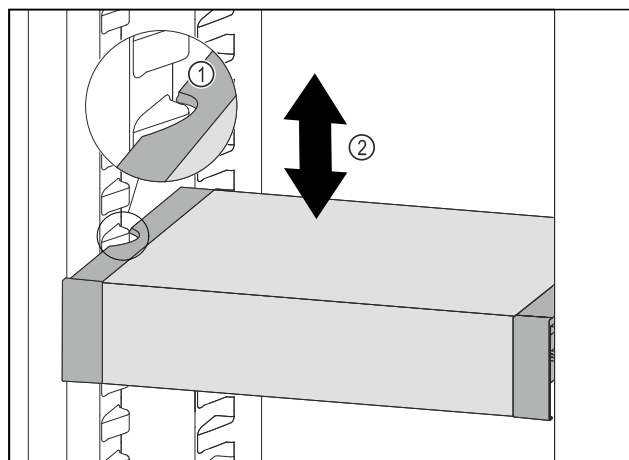

Fig. 73
- ▶ Trageți în față VarioSafe, până când degajările laterale ale VarioSafe se află la înălțimea nervurii recipientului din frigider. Fig. 73 (1)
- ▶ Mișcați în sus sau în jos VarioSafe în frigider, până când este atinsă înălțimea dorită. Fig. 73 (2)